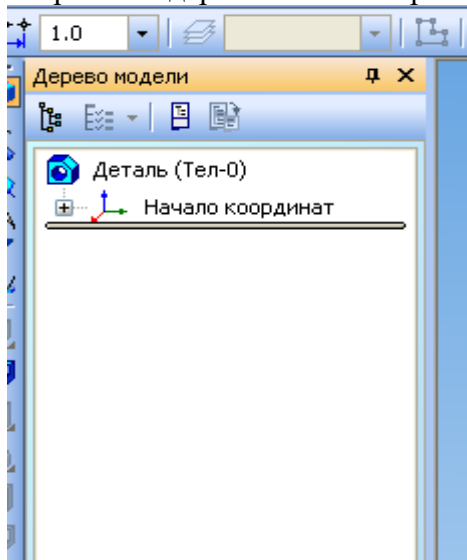
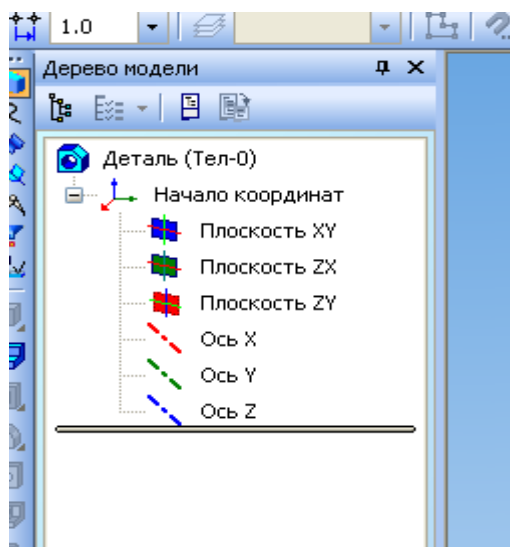

Рис. 3
Рис. 4
3. В окне *дерево модели*, нажатием на кнопку «+» левее строки «Начало координат», откройте содержимое этой строки (**рис. 3, рис. 4**).